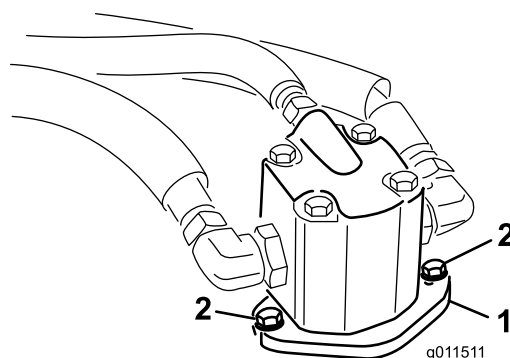

Figura 77
4. Togliete i bulloni che fissano il motore idraulico all'apparato di taglio (Figura 77).